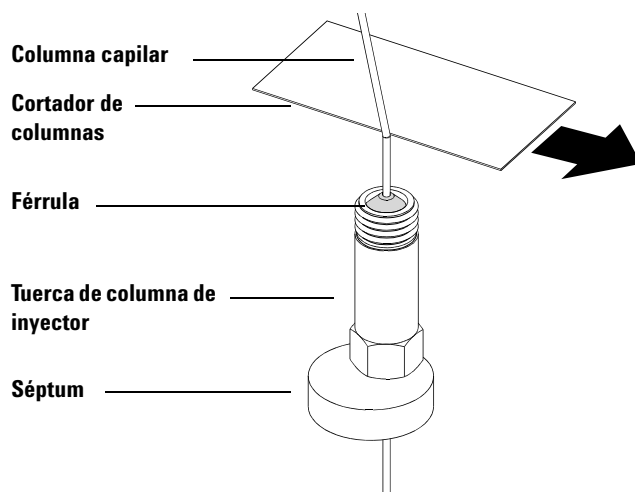

Figura 2 Preparación de una columna capilar para su instalación (en la imagen se muestra una tuerca de columna estándar para inyector)
- 2 Póngase unos guantes limpios e inserte un séptum, una tuerca de columna y una férrula acondicionada en el extremo libre de la columna. En la Figura 2 se muestra una tuerca de columna estándar para inyector; no obstante, la tuerca está colocada de forma similar a una tuerca de columna de autoapriete.